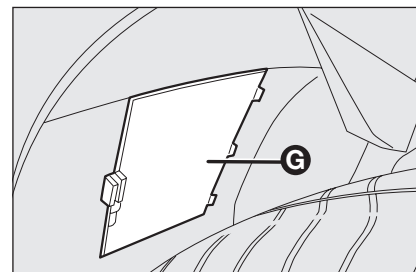

fig. 13
- ☐ gire las ruedas del todo hacia afuera para ver la tapa **G-fig. 13**, abra la tapa y desenrosque el dispositivo de sujeción;